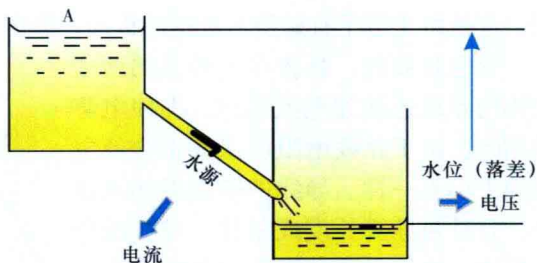

图 1-1 以水喻电对电压与电流的理解
1) 以水为例来说明电压是很容易理解的。如图 1-1 所示,用管子将水槽 A 和 B 连接, A 中的水就会流向 B。这是由于水面高度差(水位差)造成了水的流动。